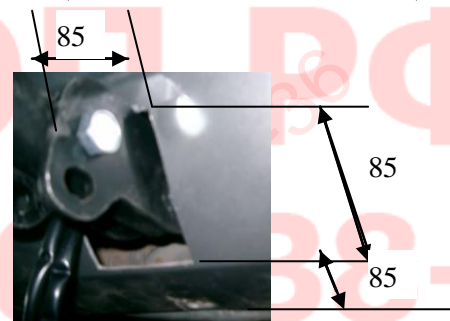

Рис.2. Вырез в бампере.
4.4 Сделать в бампере вырез (85 мм глубиной, 85 мм шириной). См. рис.2. Установить снятые детали (кроме буферного бруса) на место.